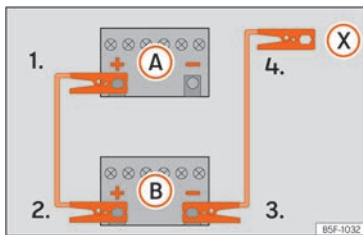

Fig. 82 Schema elettrico per i veicoli non dotati di sistema Start&Stop.
2. Collegare un'estremità del cavo di emergenza rosso al polo positivo (+) del veicolo con la batteria scarica (A) » » » fig. 82.
3. Collegare l'altra estremità del cavo di emergenza rosso al polo positivo (+) della batteria che fornisce la corrente (B).
- 4a. *Nei veicoli senza sistema Start/Stop:* collegare un'estremità del cavo nero di emergenza al polo negativo (-) del veicolo che eroga la corrente (B) » » » fig. 82.